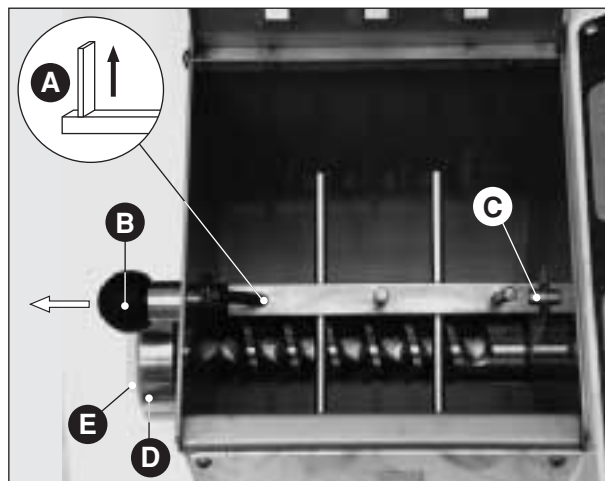

Fig. 13
- Mezclador: asegurarse que la paleta externa esté en la posición vertical superior (**Fig. 13 A**) (solamente esta posición permite el desarme de la pieza). Desmontar el mezclador, jalar la perilla (**Fig. 13 B**) hasta desembragar el mezclador; desensartar el árbol cuadrado de su asiento (**Fig. 13 C**) y contemporaneamente girar la extremidad externa hacia arriba. Para el montaje del particular obrar en sentido inverso con la advertencia de alinear el alojamiento central del árbol con la espiga del soporte móvil; luego soltar la perilla.
- Abrazadera (**Fig. 13 D**) e hilera (**Fig. 13 E**): desenroscar la abrazadera a mano, poniendo cuidado a que no caigan las piezas, en el momento en que la abrazadera sale de su asiento, para no causar daños a sí mismo o las piezas mismas.
- Cóclea (**Fig. 13 F**): desmontada la abrazadera con hilera, la cóclea se puede extraer fácilmente de la máquina empujándola desde la espiral por la extremidad interna.